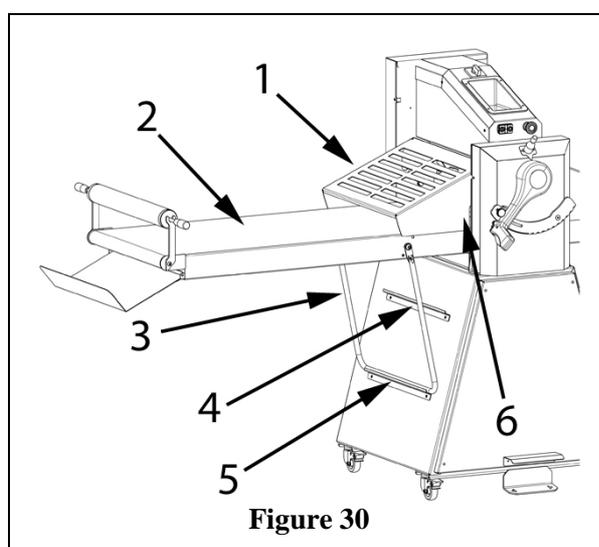

Figure 30
1. Ouvrir le protecteur (Figure 30, pos. 1) en le tournant vers le haut;
2. Lever le tapis transporteur (Figure 30, pos. 2);
3. Le tube de support (Figure 30, pos. 3) se décroche des supports de Figure 30 pos. 5.
4. Soulevez la bande transporteuse jusqu'à ce que le tube (Figure 30, pos. 3) puisse se poser sur les supports supérieurs (Figure 30, pos. 4)
5. Vérifiez soigneusement que le support du tuyau (Figure 30, pos. 3) aux supports supérieurs est correct (Figure 30, pos. 4)
1. Lever le tapis transporteur (Figure 30, pos. 2).
2. Le tube de support (Figure 30, pos. 3) se décroche des supports de la Figure 30, pos. 4.
3. Abaissez la bande transporteuse jusqu'à ce que le tube (Figure 30, pos. 3) puisse reposer sur les supports inférieurs (Figure 30, pos. 5)
4. Vérifiez soigneusement que le support du tuyau (Figure 30, pos.3) aux supports inférieurs est correct (Figure 30, pos.5) ;
5. Fermer le protecteur (Figure 30, pos. 1) en le baissant;
Dans les modèles Q50, non équipés d'un châssis inférieur, les bandes surélevées s'insèrent dans les niches des protections (Figure 30, pos.6) et disposent de pattes de support indépendants.